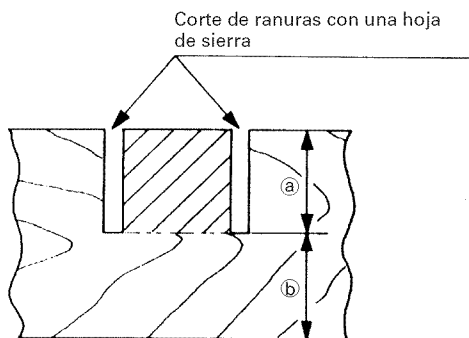

Fig. 47
Las ranuras podrán cortarse en la pieza de trabajo como se indica en la Fig. 47 regulando el perno de ajuste de profundidad de 8mm.
- (1) Afloje la tuerca de aletas de 8mm y gire el perno de ajuste de profundidad de 8mm con la mano.
- (2) Ajuste la profundidad de corte deseada regulando la distancia entre la hoja de sierra y la superficie de la base (consulte (b) de la Fig. 47).
- (3) La tuerca de aletas 8mm deberá quedar adecuadamente apretada después de haber finalizado el ajuste.